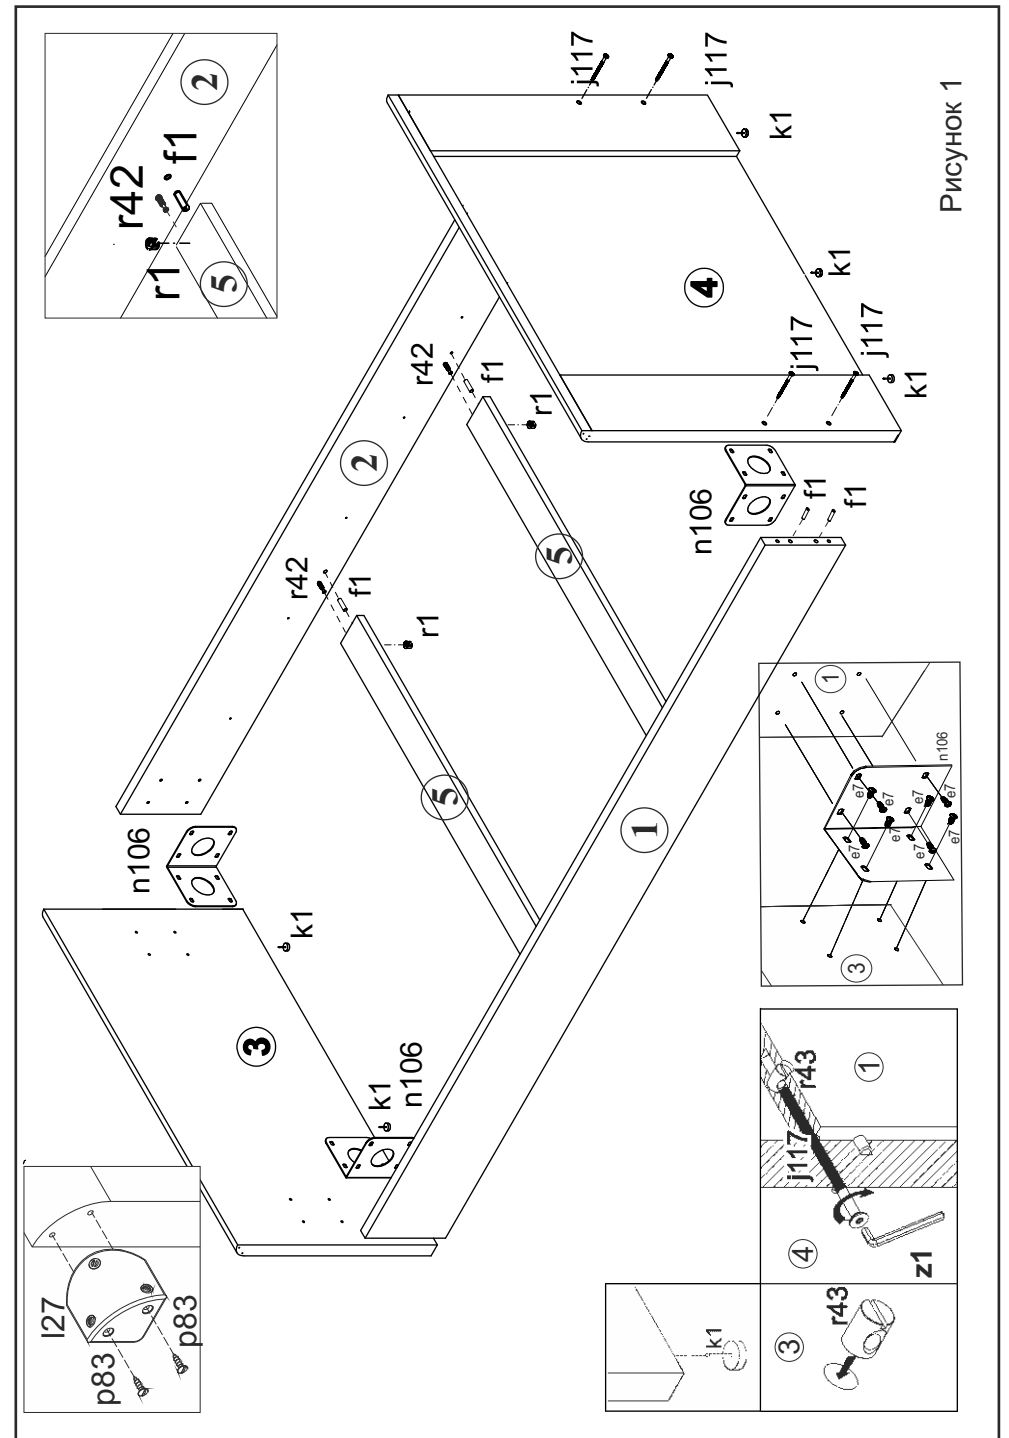

Рисунок 1
9. Соединить стенки боковые **1, 2** со спинками кровати **3, 4** при помощи винтов **j117** и гаек **r43**, а также при помощи уголков **n106** и еврошурупов **e7** (см. рис. 1).
2. В отверстия $\varnothing 8$ мм на боковых поверхностях цоколей 5 и стенках боковых 1, 2 вбить шканты f1 (см. рис. 1).
3. В отверстия $\varnothing 15$ мм на цоколях 5 вставить стяжки эксцентриковые r1 (см. рис. 1).
4. В отверстия $\varnothing 10$ мм на стенках боковых 1, 2 вставить гайки r43 (см. рис. 1).
5. В отверстия $\varnothing 5$ мм на стенках 1, 2 еврошурупами e7 закрепить уголки металлические n106, (см. рис. 1).
6. В отверстия $\varnothing 5$ мм на стенках боковых 1, 2 вкрутить винты стяжки r42 (см. рис. 1).
7. На нижних кромках спинок передней и задней 1, 2 установить опоры (подпятники) k1 (см. рис. 1).
8. Соединить стенки боковые 1, 2 с цоколями 5 при помощи стяжек r1 (см. рис. 1). Затянуть стяжки